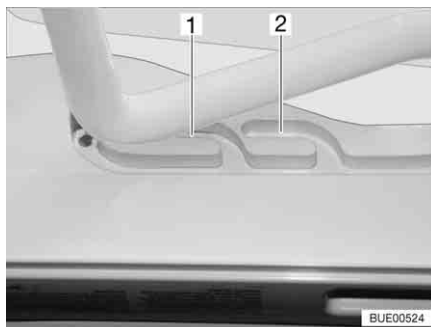

Fig. 29 Guida (posizione di ricircolo d'aria)
È possibile portare l'oblò inclinabile in due posizioni di ricircolo d'aria: Posizione brutto tempo (Fig. 29,1) e posizione centrale (Fig. 29,2).
- Premere la staffa leggermente verso l'alto e spingerla nella guida selezionata (Fig. 29,1 o 2).